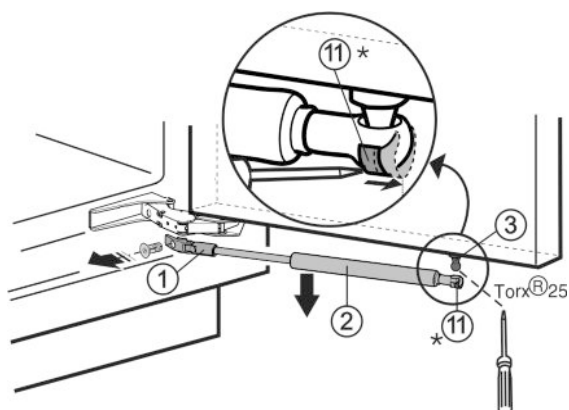

Fig. 3
- ▶ Spanveer Fig. 3 (11) met een schroevendraaier naar buiten schuiven.\*
- ▶ Sluitdemper Fig. 3 (2) naar beneden toe wegnemen.
- ▶ Houder Fig. 3 (1) afschroeven.
- ▶ Kogeltap Fig. 3 (3) eraf schroeven (Torx® 25).